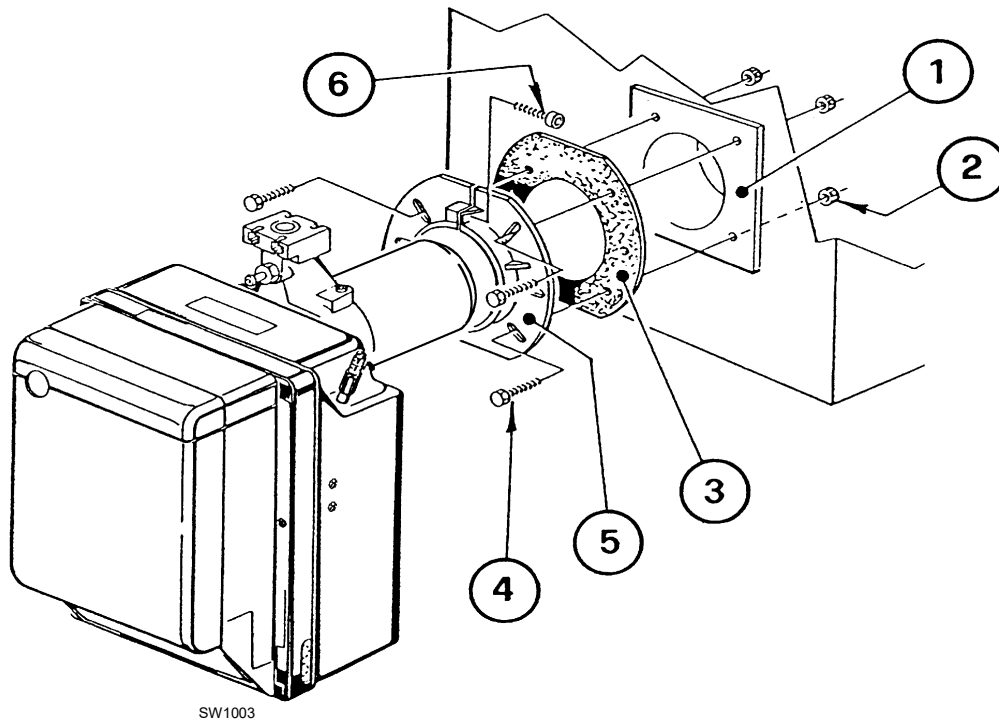

Abb. 10
- Mit den Schrauben 4) und (falls erforderlich) den Muttern 2) den Flansch 5) an der Kesseltür 1) (Abb. 10) nach Zwischenlegen der Isolierdichtung 3) montieren, dabei eine der beiden oberen Schrauben 4) locker lassen.